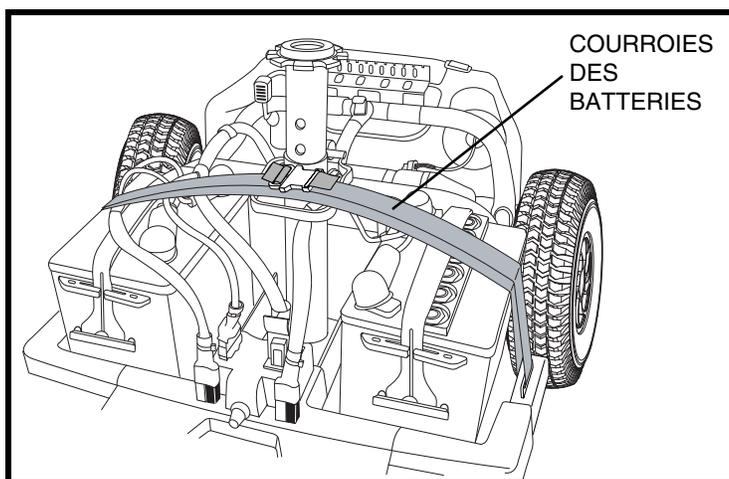

Figure 13C. Courroies des batteries
10. Rebranchez les câbles sur les connecteurs à batteries. **Voir la figure 13C.**